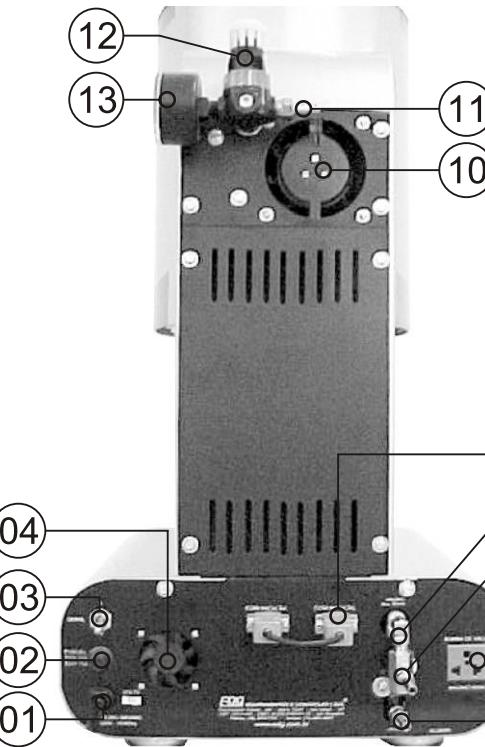

Fig. 1
4-1) Verifique si la tensión de la red es la misma que la indicada en la etiqueta del horno. Fig 1 – item (1).